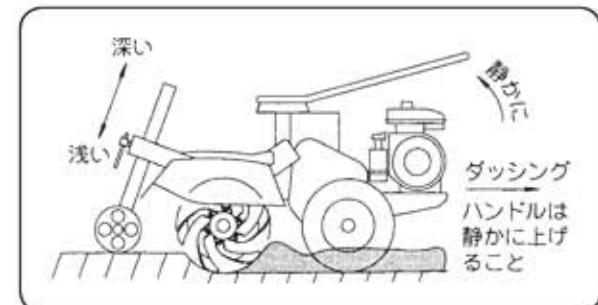

図32
- ① 前輪の上下によって作業深さが変わります。
- ② ロータリ川を下げるときはハンドルを静かに上げてください。硬い圃場で急にハンドルを上げるとロータリ爪の反力で機体が押し戻されかけがをするおそれがあり危険です。（図32）